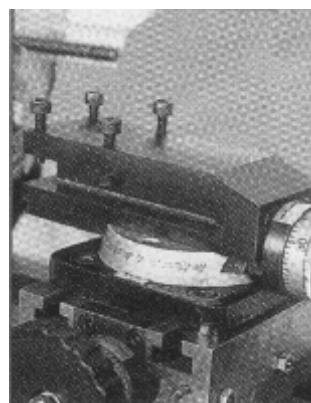

Рисунок 13.
3. Суппорт с поворотной частью (рис.13).